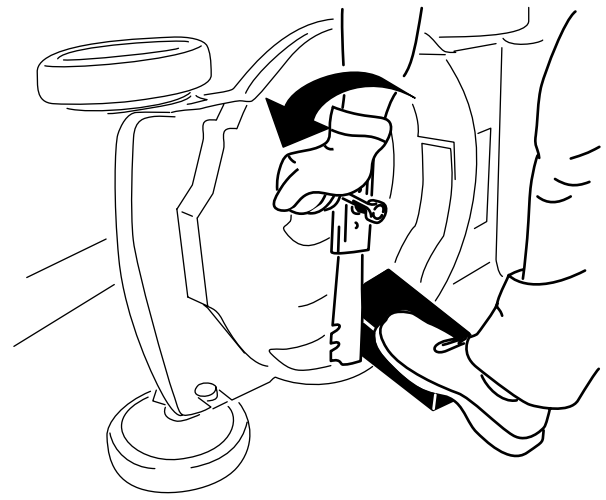

Figura 18
2. Utilice un bloque de madera para inmovilizar la cuchilla (Figura 18).
3. Retire el perno de la cuchilla, el soporte y la cuchilla; guarde el soporte y el perno de la cuchilla (Figura 18).